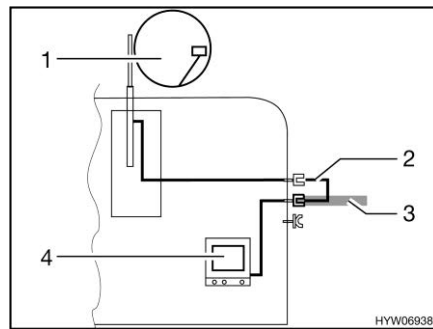

Bild 209 TV i fordonet
- TV i fordonet (Bild 209,4): Anslutning till takantenn (Bild 209,1) med anslutningskabel (Bild 209,2)
- TV i fordonet (Bild 209,4): Anslutning till extern antenn (Bild 209,3)